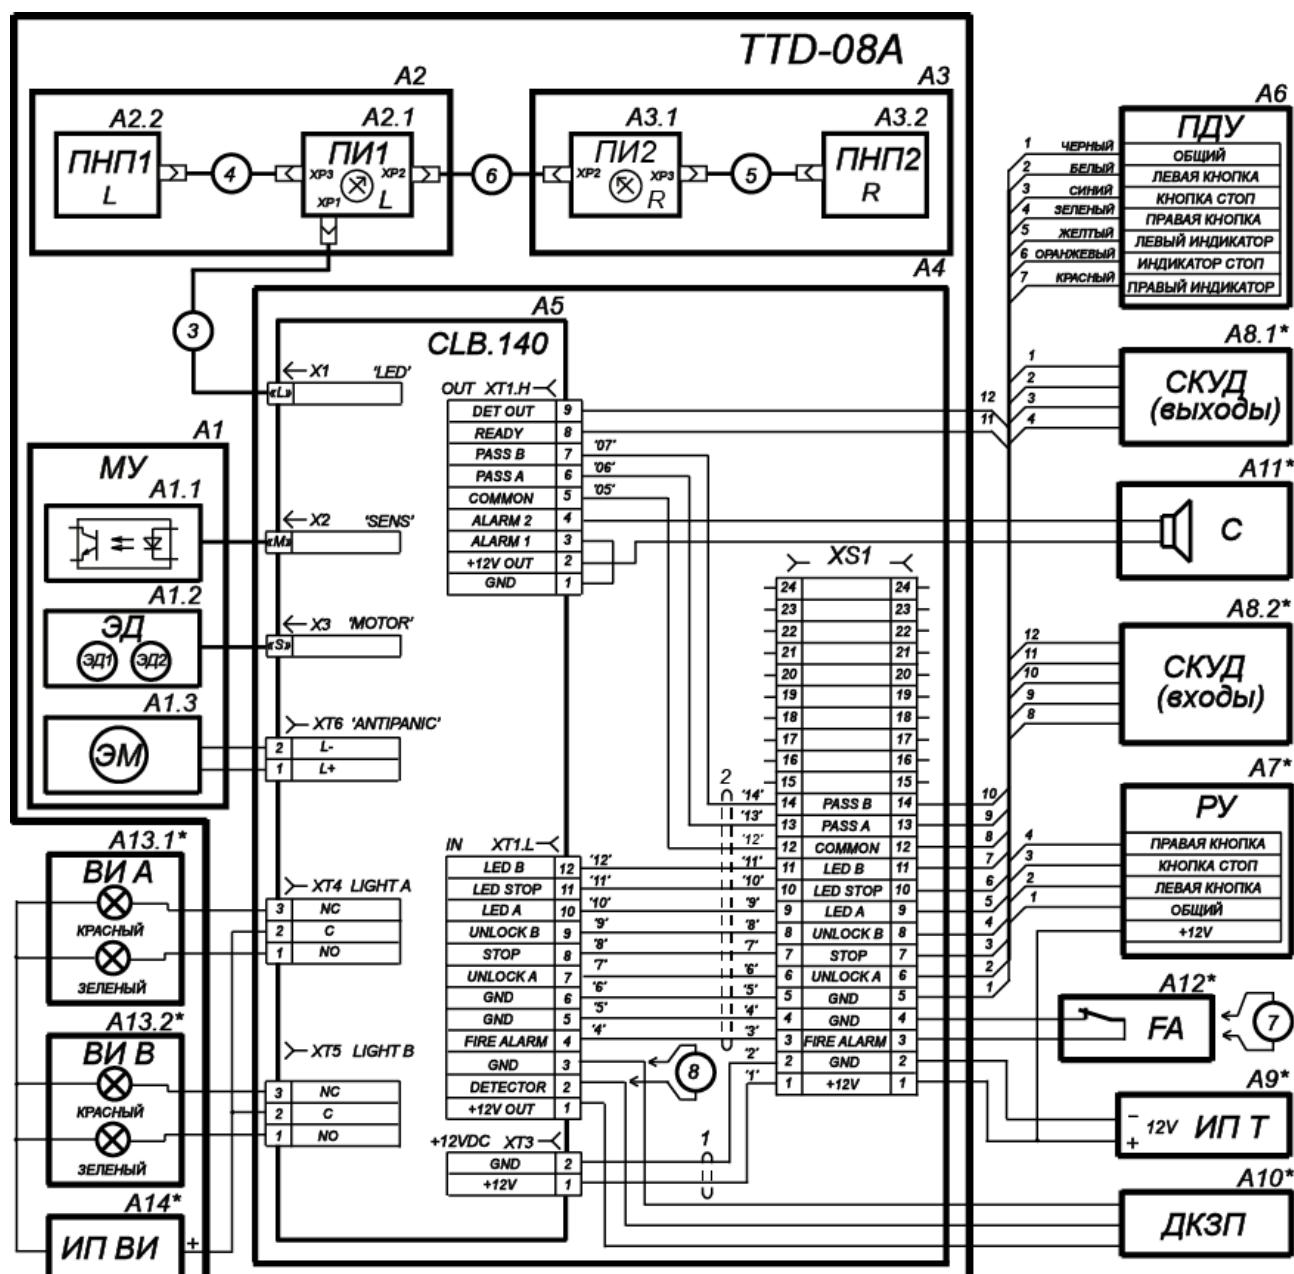
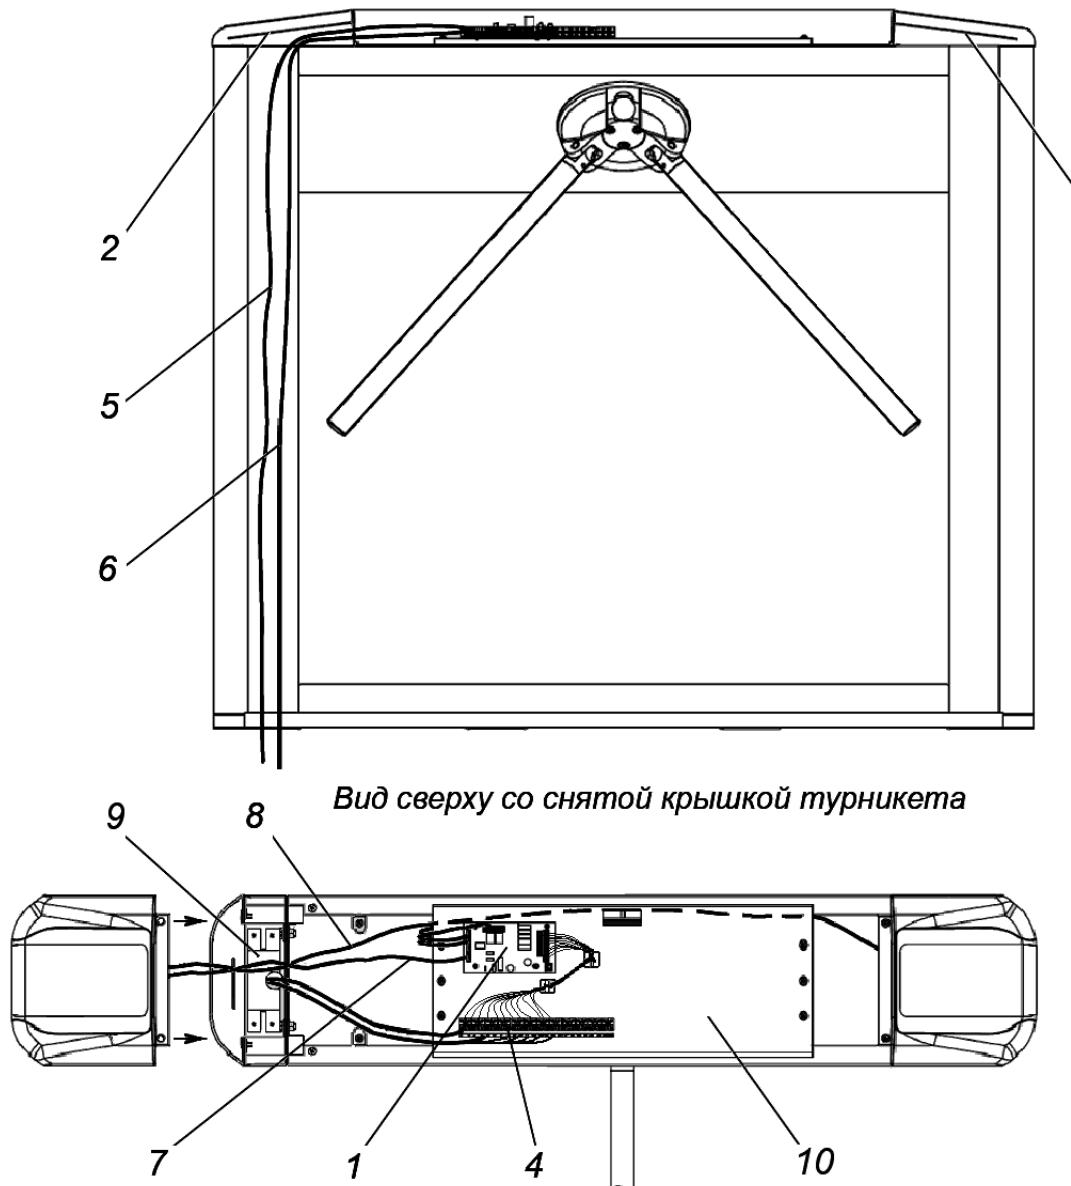

Рисунок 12. Схема соединений турникета и дополнительного оборудования¹
Рисунок 13. Схема прокладки кабелей в стойке турникета
4. При необходимости прокладки кабелей под поверхностью пола подготовьте в полу кабельный канал, подходящий к зоне ввода этих кабелей в стойку турникета. Прокладка кабелей внутри стойки показана на рис. 13.
- Отведите стенку от стойки и отсоедините кабель, соединяющий платы индикации (8, рис. 13) от платы ПИ2, расположенной под крышкой.
8. Демонтируйте стенку (6) в сборе с крышкой (8). Для этого:
- Отведите стенку от стойки и отсоедините от платы индикации ПИ1 (расположена под крышкой) кабель (8, рис. 13), соединяющий платы индикации, и кабель индикации (7, рис. 13), идущий от платы управления.
10. Подключите кабель (13) от ИП к выносной клеммной колодке **XS1** (см. рис. 12).
11. Подключите кабель ПДУ (12) к выносной клеммной колодке **XS1**.
13. При необходимости установите контроллер СКУД на отведенное для этого место. Если позволяют габариты контроллера СКУД (не более 250×130×35 мм), то имеется возможность его установки внутри турникета под крышкой на основном кронштейне (10, рис. 13); для этого используйте фиксаторы на самоклеящихся площадках из комплекта поставки.
- 7 – кабель от платы управления к ПИ1 (кабель 3 на схеме рис. 12);
- 8 – кабель от ПИ1 к ПИ2 (кабель 6 на схеме рис. 12);
14. При необходимости произведите установку считывателей карт доступа на специальных кронштейнах на торцах стойки (9, рис. 13)